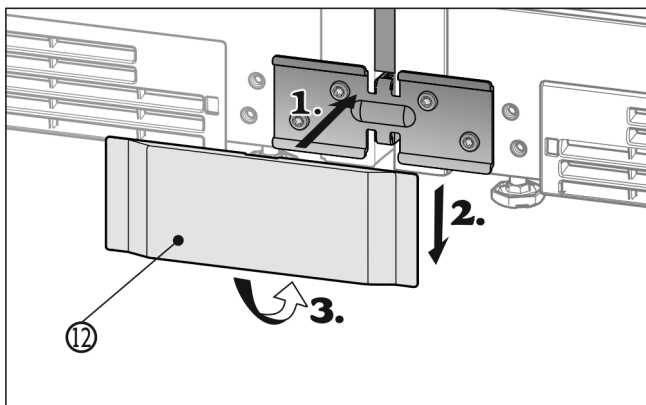

Fig. 31
- ▶ Poser le cache Fig. 31 (12) inférieur de devant sur l'équerre Fig. 31 (1), exercer une pression vers le bas Fig. 31 (2) et encliqueter en bas Fig. 31 (3).